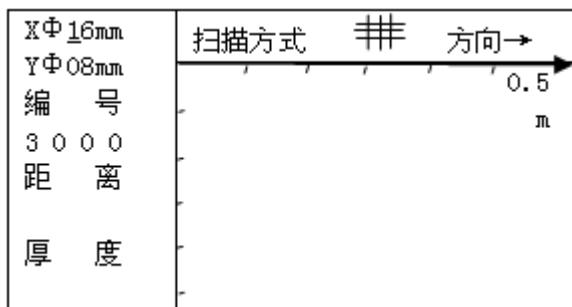

图 3-9 0.5×0.5m 网格扫描界面
0.5×0.5m 规格的网格钢筋扫描界面如图 3-9 所示,首先设置工程信息,包括已知横向(Y)和纵向(X)钢筋的直径(默认值为 XΦ16mm、YΦ08 mm)和工程编号(首位固定为 3)的设置,按 $\leftarrow$ 、 $\rightarrow$ 键移动光标位置,按 $\uparrow$ 、 $\downarrow$ 键可调整光标位置的数值,完成以上设定后按确定键确认设置,并进行探头自校正,此时探头应放置在空气中,远离强磁场干扰,同时屏幕上显示 wait!,当 wait! 消失后,探头自校正完毕,此时可进入检测状态。